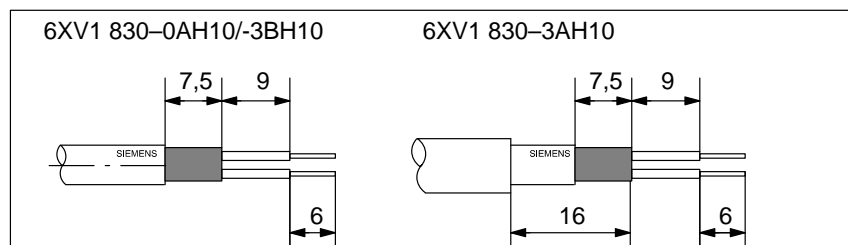

Bild 3-8 Länge der Abisolierungen für Busanschlußstecker (6ES7 972-0B.11 ...)
1. Isolieren Sie das Buskabel gemäß Bild 3-8 ab.